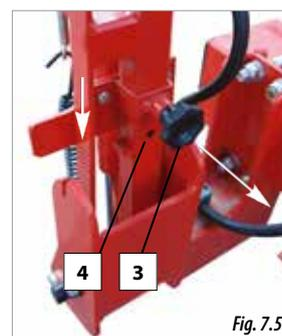

Fig. 7.5
- B. Tirar del pomo (3, Fig. 7.5) y desplazar la pieza de fijación hacia abajo hasta encajar en la posición de transporte (4, Fig. 7.5).